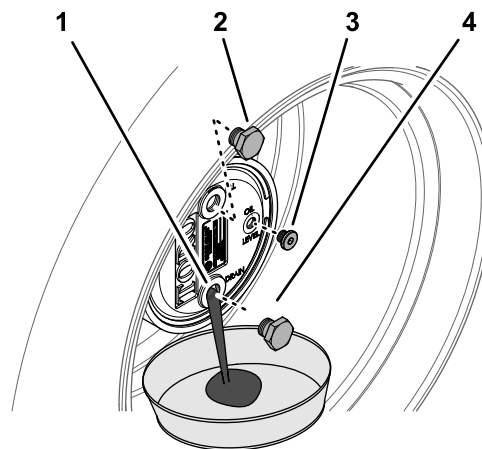

Figura 65
2. Rimuovete il tappo di riempimento nella posizione a ore 12 e il tappo di controllo nella posizione a ore 3 (Figura 65).
3. Mettete una bacinella sotto il mozzo del planetario, togliete il tappo di spurgo nella posizione a ore 6 e lasciate defluire l'olio (Figura 65).
5. Inserite il tappo di spurgo nel foro di spurgo dell'alloggiamento degli ingranaggi planetari (Figura 65).